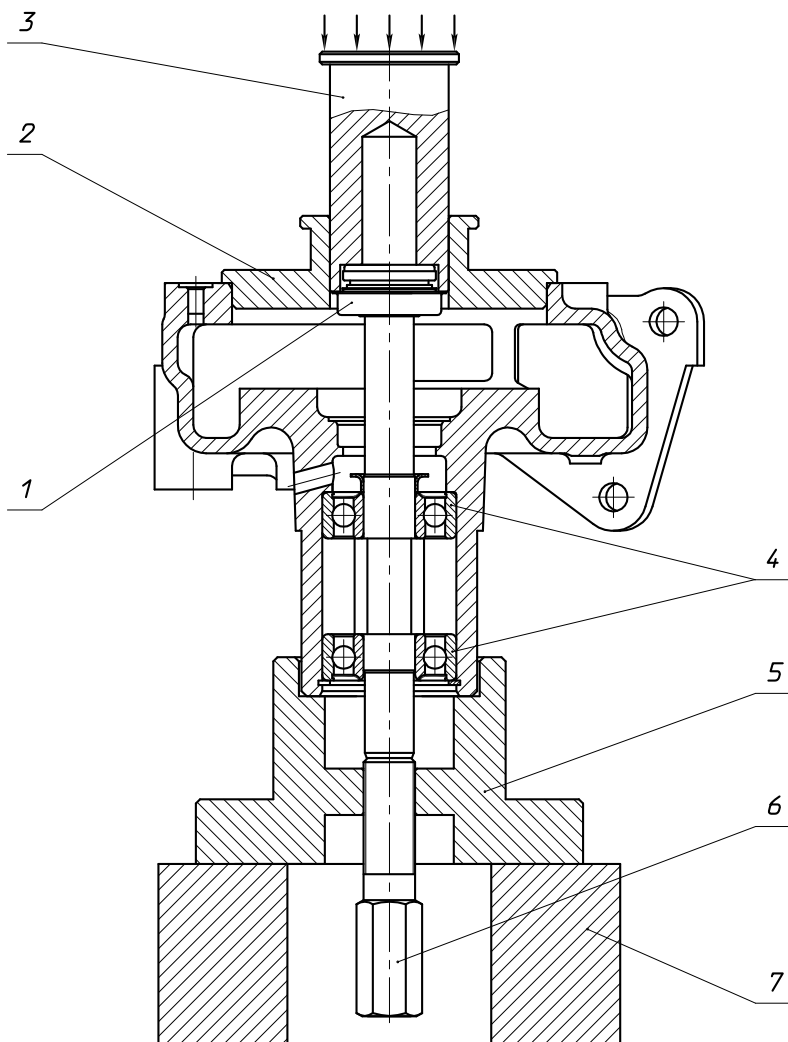

Рис.117. Установка торцового уплотнения "КАСО"
1. Установить корпус насоса в сборе с валом и подшипниками через специальную проставку 5 вертикально на жесткую опору 7, которая имеет внутреннее отверстие для размещения установочного винта 6 (см. рисунок 117).
На рисунках 118 - 121 приводятся эскизы для изготовления деталей приспособления по сборке водяного насоса при установке уплотнения «КАСО» (см. рисунок 117). Материал деталей – сталь.